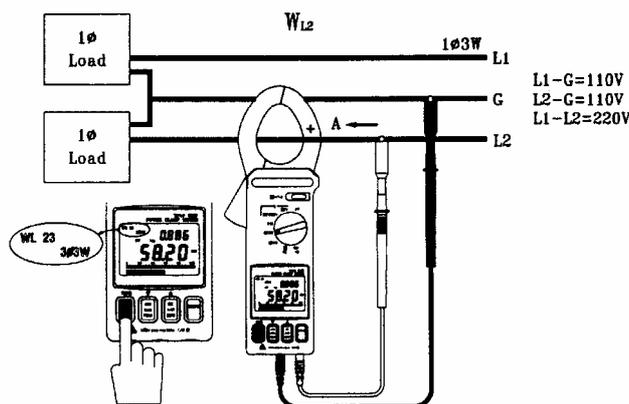

Рис. 12
3. Измерение мощности  $W_{TS}$  (или  $W_{L2G}$ ) (см. рис. 12).